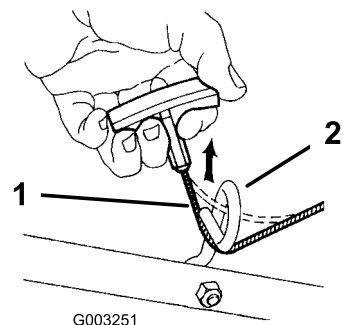

Figura 7
1. Soporte del manillar (2)
6. Pase la cuerda de arranque a través de la guía del manillar (Figura 7).